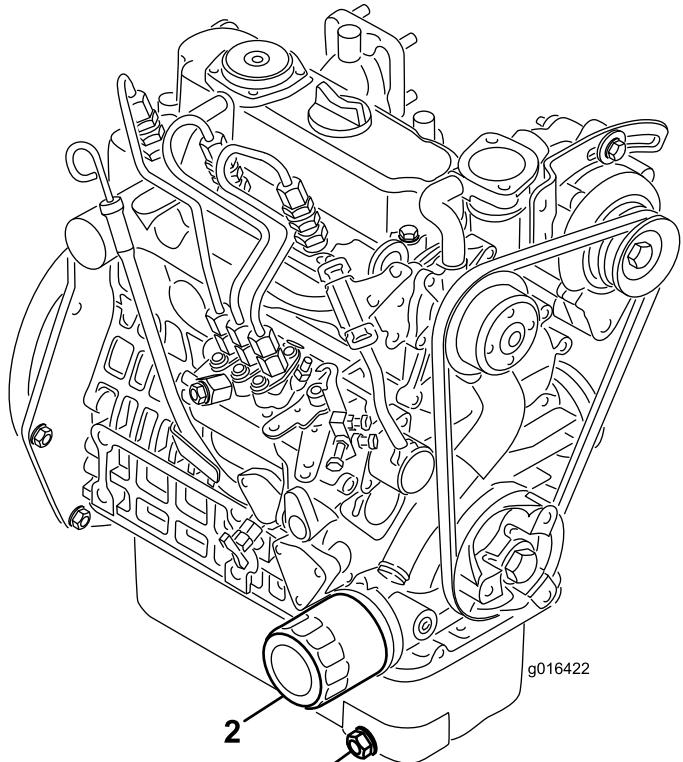

Bild 34
1. Entfernen Sie die Ablassschraube (Bild 34) und lassen Sie das Öl in die Auffangwanne ab. Schrauben Sie die Ablassschraube wieder ein, nachdem das Öl abgelaufen ist.